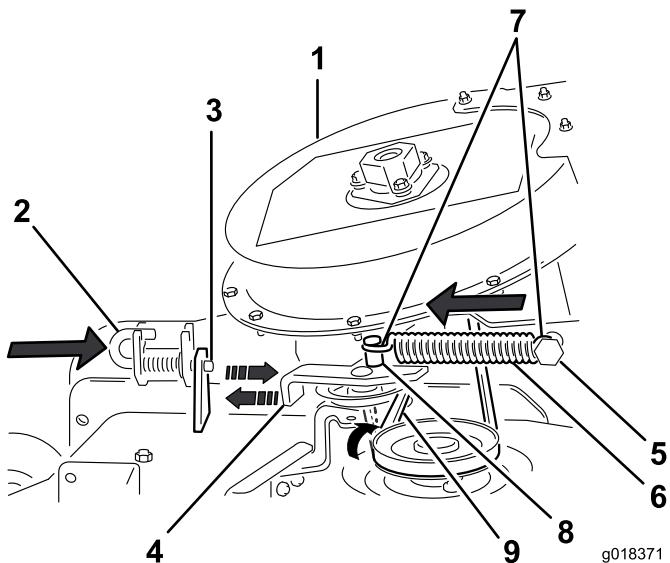

Figure 25
6. Placez la goupille de verrouillage en position verrouillée (Figure 25).
8. Faites passer la courroie momentanément sous la poulie de tension (Figure 25).
9. Déplacez le support de pivot de la poulie de tension vers le tenon de ressort fixe. Installez le ressort en alignant le crochet sur le tenon fixe (Figure 25).
10. Tirez sur la poulie folle rappelée par ressort pour l'éloigner du tenon fixe et chaussez la courroie sur la poulie du plateau de coupe (Figure 25).